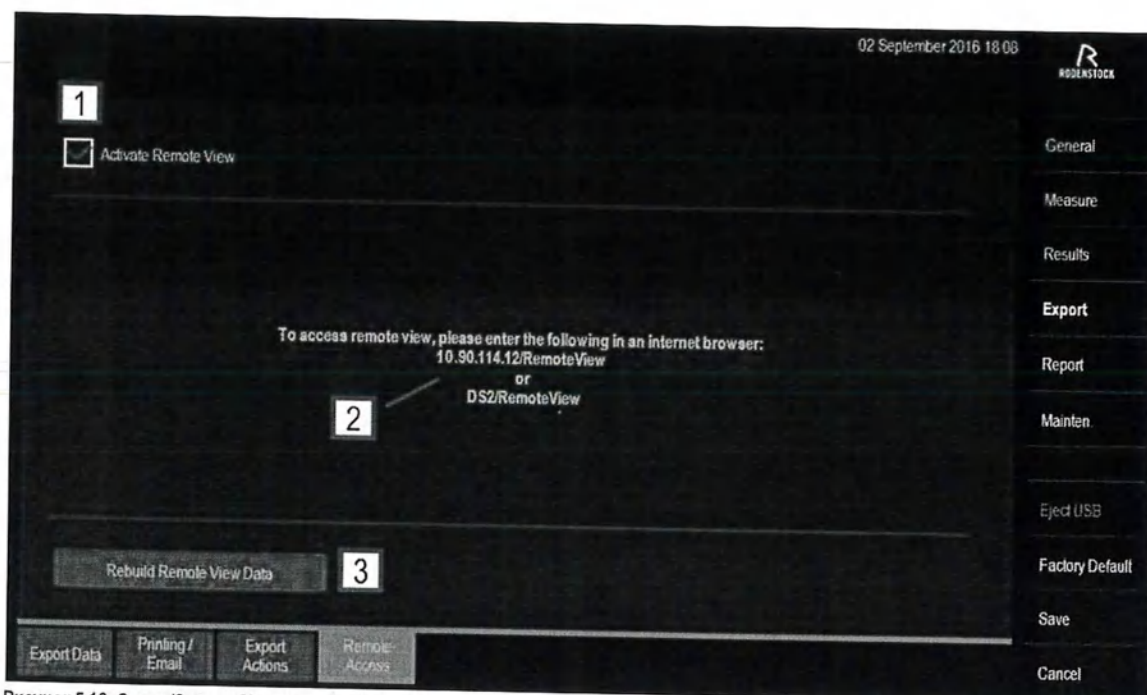

Рисунок 5.16: Опции/Экспорт/Удаленный обзор с IP адресом
Удаленный просмотр позволяет делиться результатами с другими пользователями и, при необходимости, обсуждать результаты вместе с клиентом. ПК или ноутбук соответствующих пользователей должны быть подключены к DNEye Scanner 2+ для удаленного просмотра. Следует использовать IP-адрес сканера DNEye Scanner 2+. Удаленный просмотр осуществляется в интернет-браузере Google Chrome. Вы можете просмотреть список клиентов в алфавитном порядке и результаты измерений клиентов, в то время как следующее измерение уже выполняется на устройстве. Для этого поставьте галочку напротив "Активировать удаленный просмотр" (1) (Рисунок 5.16).